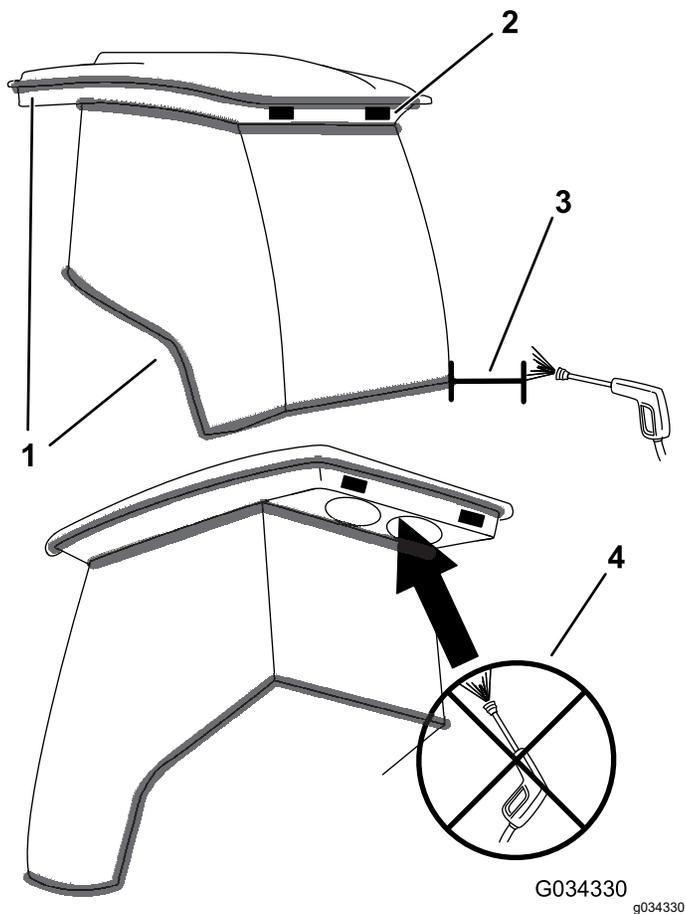

Figura 92
**Importante:** Prestate attenzione alle guarnizioni e alle luci della cabina (Figura 92). Se utilizzate una lancia a pressione, mantenete l'asta di lavaggio ad almeno 0,6 m di distanza dalla macchina. Non utilizzate la lancia a pressione direttamente sulle guarnizioni o le luci della cabina o sotto la sporgenza posteriore.